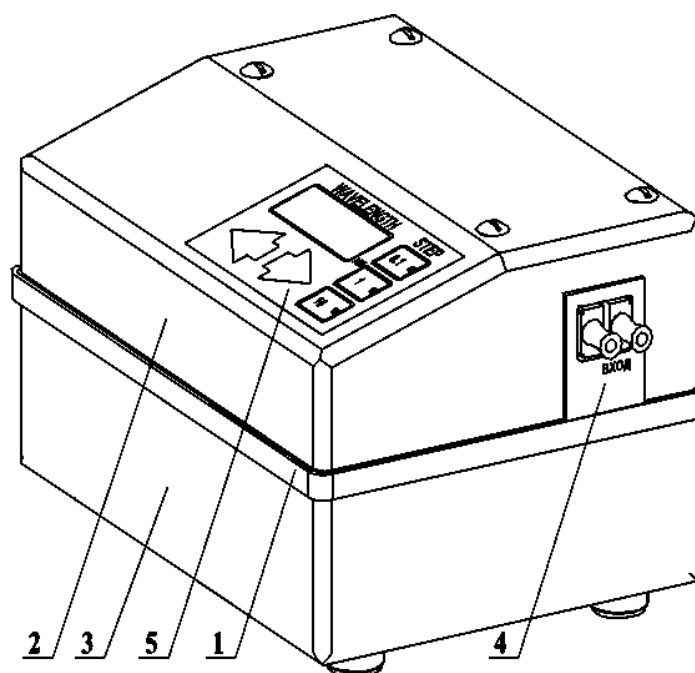

Рис. 3.1 Внешний вид монохроматора ЛМ-3
Внешний вид монохроматора ЛМ-3 приведен на Рис. 3.1. Все элементы оптической и кинематической схем закреплены на центральной плите (1). К ней же через стойки крепятся верхний (2) и нижний (3) кожухи монохроматора. В верхнем отсеке монохроматора размещены и отъюстированы приемные гнезда (4) для размещения входного и выходного наконечников волоконных жгутов. Заводская юстировка обеспечивает воспроизводимое легкоразъемное подсоединение наконечников волоконных жгутов к гнездам монохроматора.